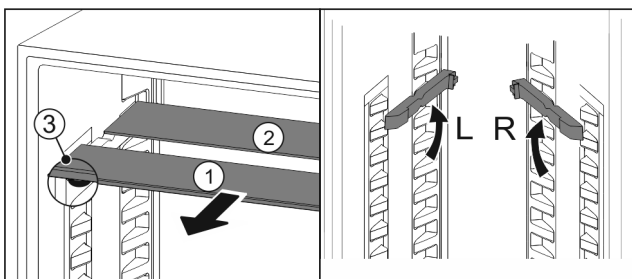

Fig. 100
- Sortir les tablettes par l'avant Fig. 100 (1).
- La tablette en verre Fig. 100 (1) avec bordure décorative est située à l'avant.
- Les butées Fig. 100 (3) sont orientées vers le bas.